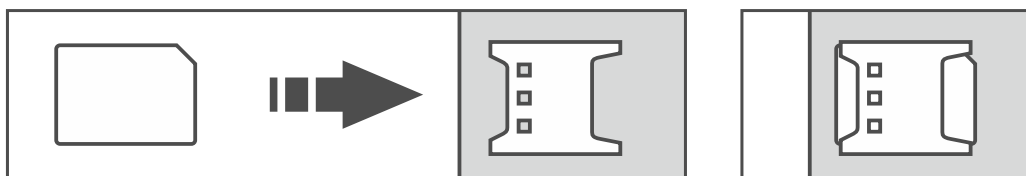

Рис. 7. Способ установки карты nano-SIM.
3. Вставьте SIM-карту / SIM-карты в держатель / держатели (рис. 7).